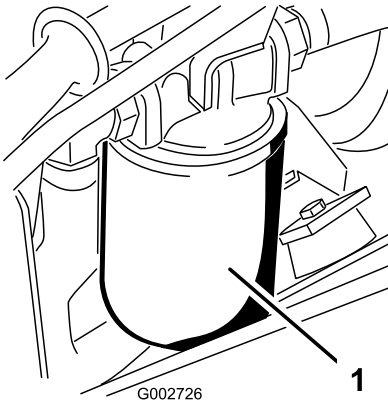

Bild 45
4. Stellen Sie eine Auffangwanne unter den Hydraulikfilter, der sich links an der Maschine befindet (Bild 45).
7. Montieren Sie den neuen Hydraulikfilter (Bild 45), indem Sie ihn von Hand soweit eindrehen, bis die Dichtung den Filterkopf berührt, und ziehen Sie den Filter dann um eine weitere $\frac{3}{4}$ Umdrehung an.